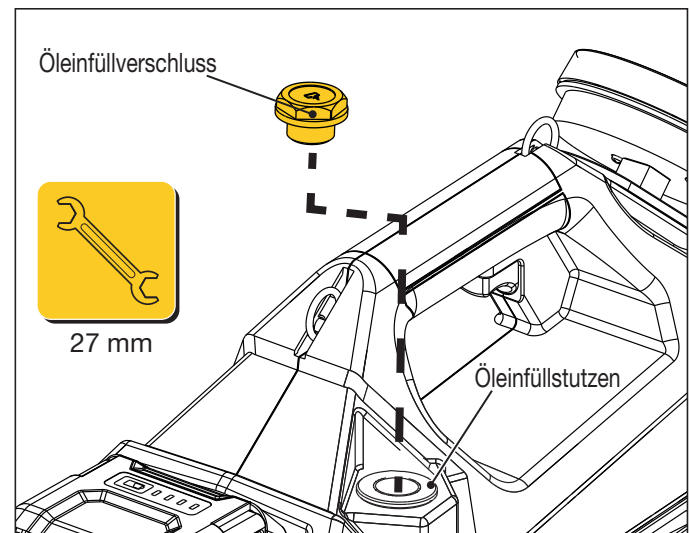

Abbildung 12: Öleinfüllöffnung
1. Halten Sie bei eingeschaltetem Netzschalter (I) die MOTOR-AUS-Taste  oder  der Fernbedienung gedrückt, um den restlichen Hydraulikdruck im System abzulassen.
2. Schalten Sie den Netzschalter der Pumpe aus (O).
4. Entfernen Sie den Öleinfüllverschluss von der Einfüllöffnung. Verwenden Sie dazu einen 27 mm Schlüssel. Siehe Abbildung 12.
1. Drücken Sie bei eingeschaltetem Netzschalter (I) die MOTOR-AUS-Taste (X) oder (X), um den restlichen Hydraulikdruck abzulassen.
2. Pumpe auf einer sauberen Arbeitsfläche ablegen. Vergewissern Sie sich, dass sich der Netzschalter der Pumpe in Position OFF (O) befindet.
3. Entfernen Sie den Öleinfüllverschluss von der Einfüllöffnung. Verwenden Sie dazu einen 27 mm Schlüssel. Siehe Abbildung 12.